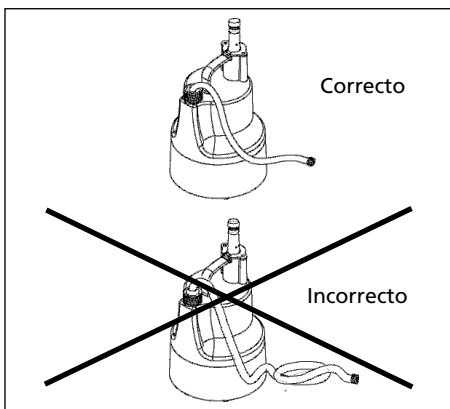

Figura 4
3. Para un mejor funcionamiento, desenrolle la manguera antes de hacer funcionar la bomba. Enderece todos los retorcimientos y dobleces de la manguera para permitir que la unidad bombee sin limitaciones (ver Figura 4).